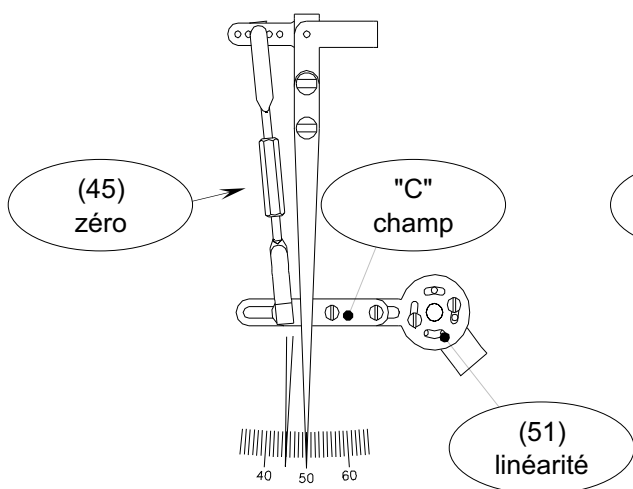

Fig. 8.1.1
Pour corriger tout éventuel écartement de la plume écrivante du variable mesuré de la valeur réelle, agir sur le tirant (45) (voir Fig 8.1.1 et 8.1.2).
Voir Fig. 8.1.1 pour les éléments de température et pression. Voir Fig. 8.1.2 pour les éléments de réception 3÷15 psi.